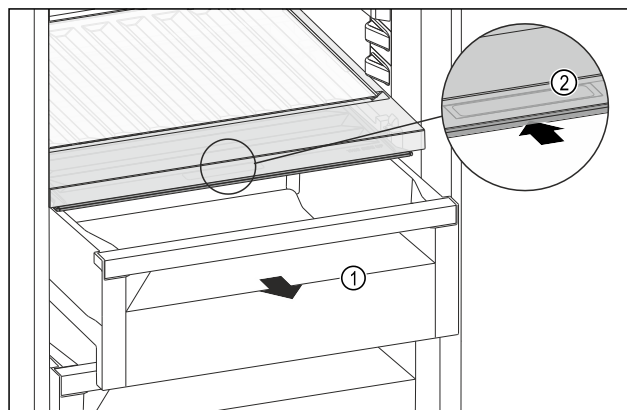

Fig. 233
- Tërhiqni jashtë sirtarin Fig. 233 (1).
- Kapni dorezën e futur Fig. 233 (2) në kapakun e ndarjes dhe në të njëjtën kohë shtyni për prapa kapakun e ndarjes.